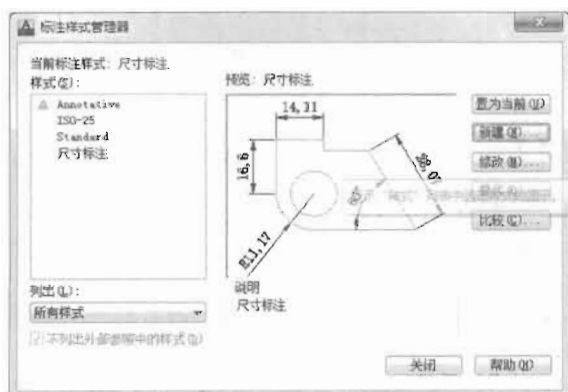

图 11-111
(7) 单击“确定”按钮完成标注的设置，系统自动返回到“标注样式管理器”对话框，系统自动将该样式置为当前样式，如图 11-111 所示，最后单击“关闭”按钮。